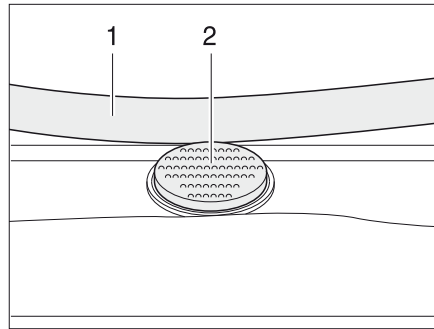

Bild 91 Låsknapp på Heki-takluckan
- Tryck på låsknappen (Bild 91,2) och dra ner bygeln (Bild 91,1) med båda händerna.
- Tryck bygeln uppåt med båda händerna tills bygeln ligger ovanför låsknappen (Bild 91,2).